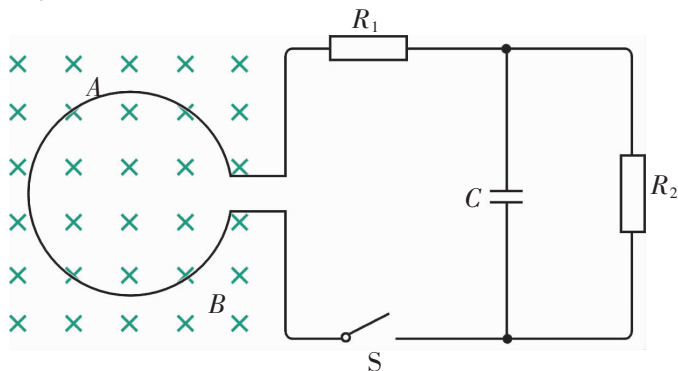

图 1-7
- (1) 拉力  $F$  的大小.
- (2) 拉力的功率  $P$ .
- (3) 拉力做的功  $W$ .
- (4) 线圈中产生的热量  $Q$ .
- (5) 通过线圈某一截面的电荷量  $q$ .
7. 横截面积  $S=0.2 \text{ m}^2$ ,  $n=100$  匝的圆形线圈  $A$ , 处在如图 1-7 所示的磁场内, 磁感应强度随时间变化的规律是  $B=(0.6-0.02t) \text{ T}$ , 开始时开关  $S$  未闭合.  $R_1=40 \Omega$ ,  $R_2=60 \Omega$ ,  $C=30 \mu\text{F}$ , 线圈内阻不计.